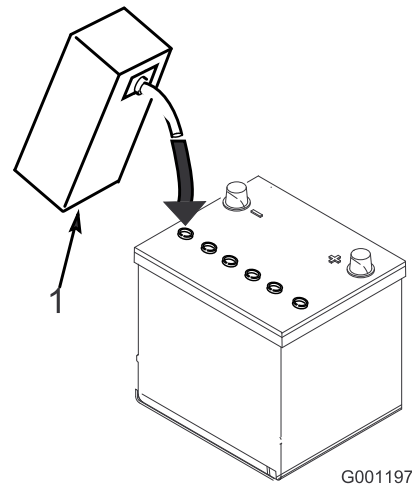

図 5
5. 各セルに慎重に電解液を満す。電極板が 6 mm 程度水没するぐらいが適当（図 5）。